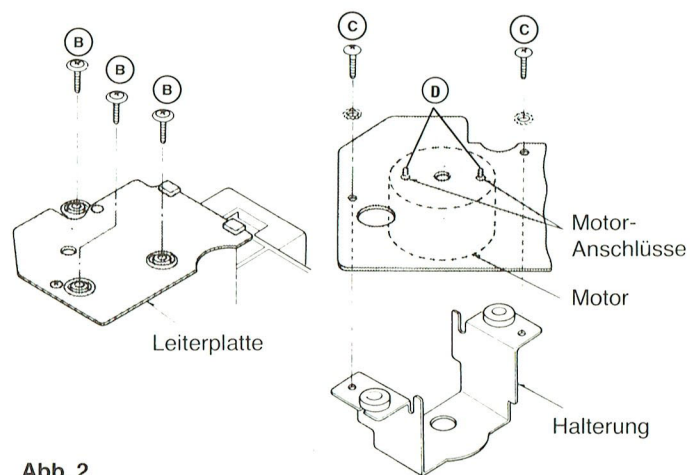

Abb. 2
2. Ausbau der Leiterplatte und des Motors (Abb. 2)
2. Bodenplatte abnehmen, Automatikmechanismus und PU-Arretierplatte ausbauen (Abb. 2 und 3).